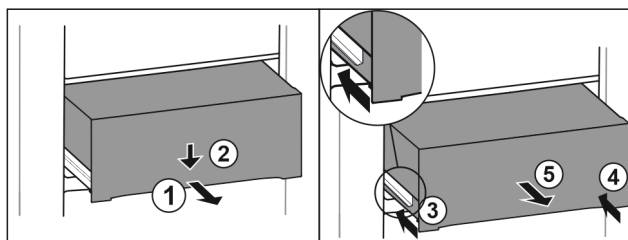

Fig. 171
- Estrarre il cassetto a metà. Fig. 171 (1)
- Premere il cassetto sul lato anteriore verso il basso. Fig. 171 (2)
- Spingere la guida sinistra di circa 2 cm verso l'interno. Fig. 171 (3)
- Spingere la guida destra di circa 2 cm verso l'interno. Fig. 171 (4)
- Rimuovere il cassetto tirandolo in avanti. Fig. 171 (5)